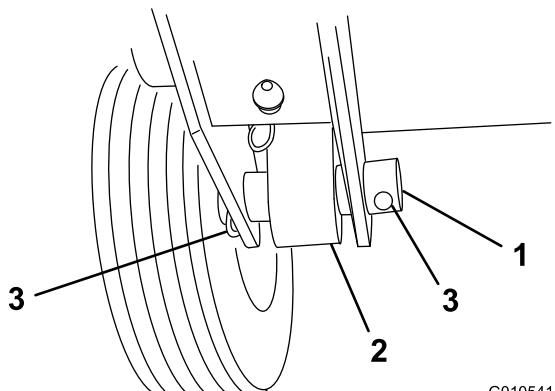

Figura 3
- Monte a traseira do braço de elevação no cilindro de elevação com um pino de articulação e 2 contrapinos (fornecidos com a unidade de tracção) (Figura 3).